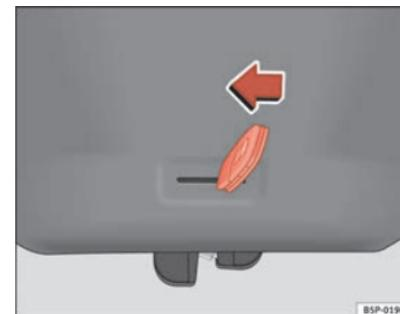

Fig. 48 Portón trasero:
- Introduzca el espadín de la llave en la ranura y desbloquee el sistema de cierre, dirigiendo la llave de derecha a izquierda, tal como indica la flecha ⇒ fig. 48. ■